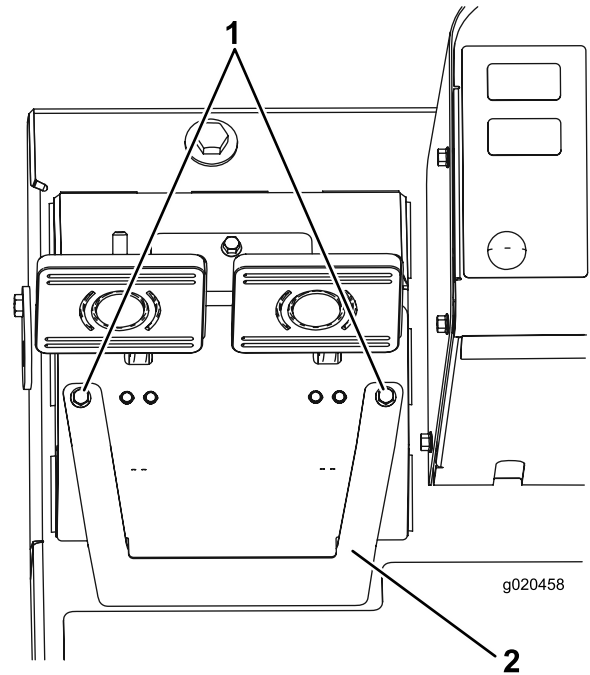

Figura 67
- A. Afloje los 2 tornillos de montaje y retire la tapa de ajuste de los frenos (Figura 67).